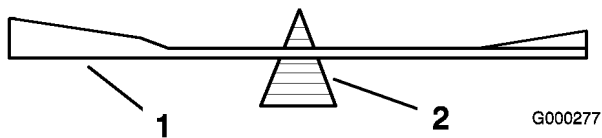
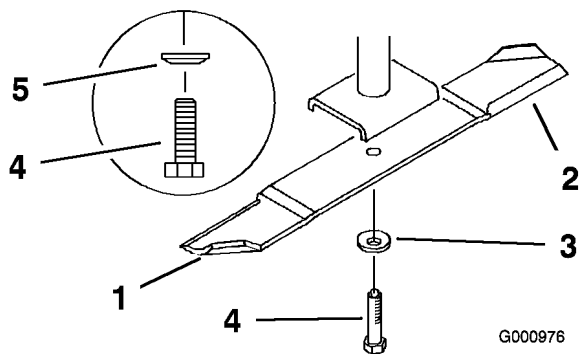

Figura 72
Figura 73
2. Retire del eje el perno de la cuchilla, la arandela de muelle y la cuchilla (Figura 73).
2. Verifique el equilibrio de la cuchilla colocándola sobre un equilibrador de cuchillas (Figura 72). Si la cuchilla se mantiene horizontal, está equilibrada y puede utilizarse. Si la cuchilla no está equilibrada, rebaje algo el metal en la parte de la vela solamente (Figura 73). Repita este procedimiento hasta que la cuchilla esté equilibrada.
1. Instale la cuchilla en el eje (Figura 73).
2. Instale la arandela de muelle y el perno de la cuchilla. El cono de la arandela de muelle debe estar orientado hacia la cabeza del perno (Figura 73).